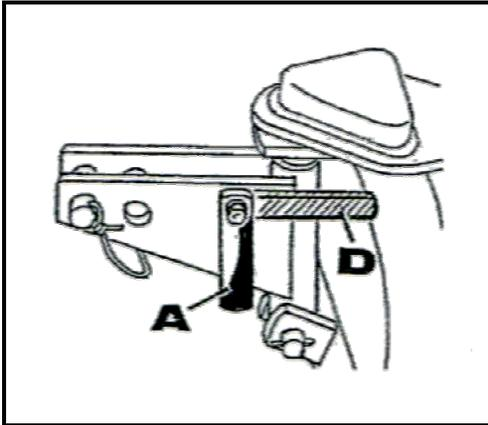

Abbildung 16
**Mögliche Fehlbedienung (Abb. 16).
Zunächst wird der Sicherungshebel nach unten gedreht (Abb. 16, Pos. A). Dadurch wird die sonst starre Verbindung zwischen Dreipunktbock und Gerät in Arbeitsstellung freigegeben.